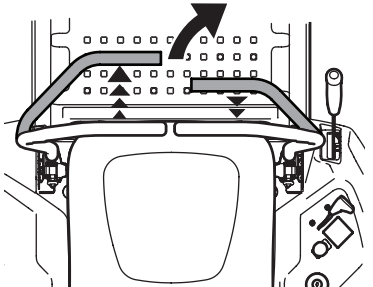

Figura 30
2. Para girar a la derecha, mueva la palanca de control de la transmisión derecha hacia atrás respecto de la palanca izquierda. Consulte la Figura 30.